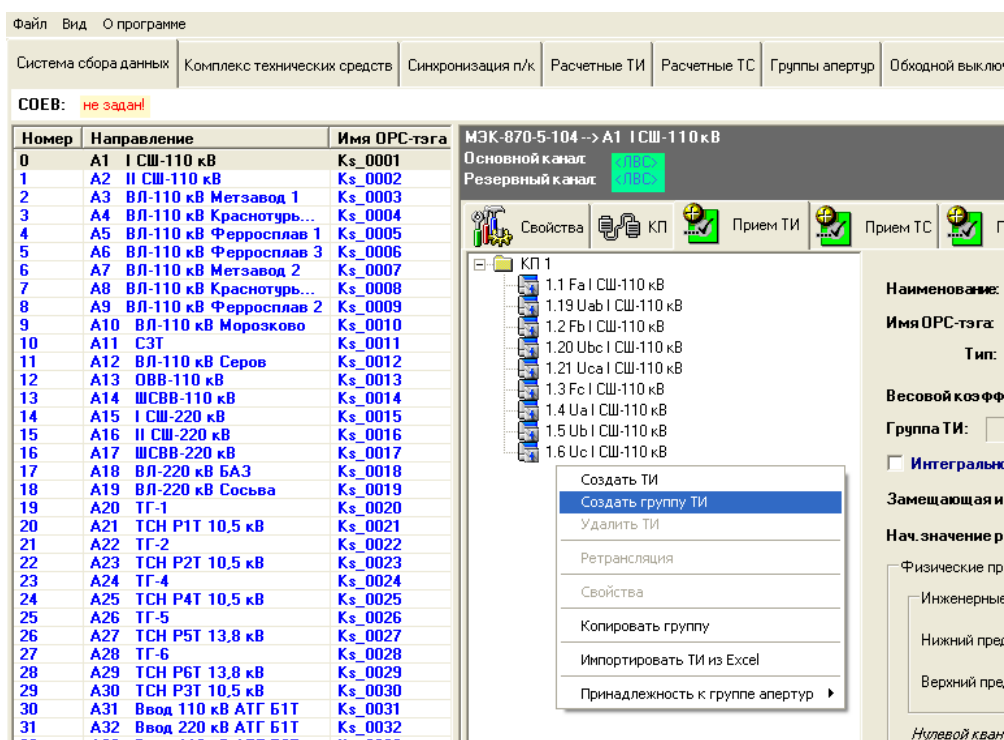

Рисунок 25. Создание группы ТИ
- 3) В окне «Новое ТИ» заполняем поля свойств ТИ (в качестве общих для группы могут быть указаны все атрибуты ТИ, кроме имени ОРС-тэга). В поле «Наименование» указываем общую часть названия каждого телеизмерения в группе. К общей части будет добавлено «№» и адрес телеизмерения. В поля «Нач. адрес» и «Конечный адрес» вводим адрес первого и последнего ТИ группы. Таким образом, если полю «Наименование» присвоим значение «ТИ», полям «Нач. адрес» и «Конечный адрес» - значения 20 и 25, то получим 6 телеизмерений: ТИ №20, ТИ №21, ТИ №22, ТИ №23, ТИ №24, ТИ №25. Так как телеизмерения с адресами 20 и 21 уже были созданы ранее (см. рисунок 25), то при создании группы телеизмерений они повторно не создаются (см. рисунок 27).